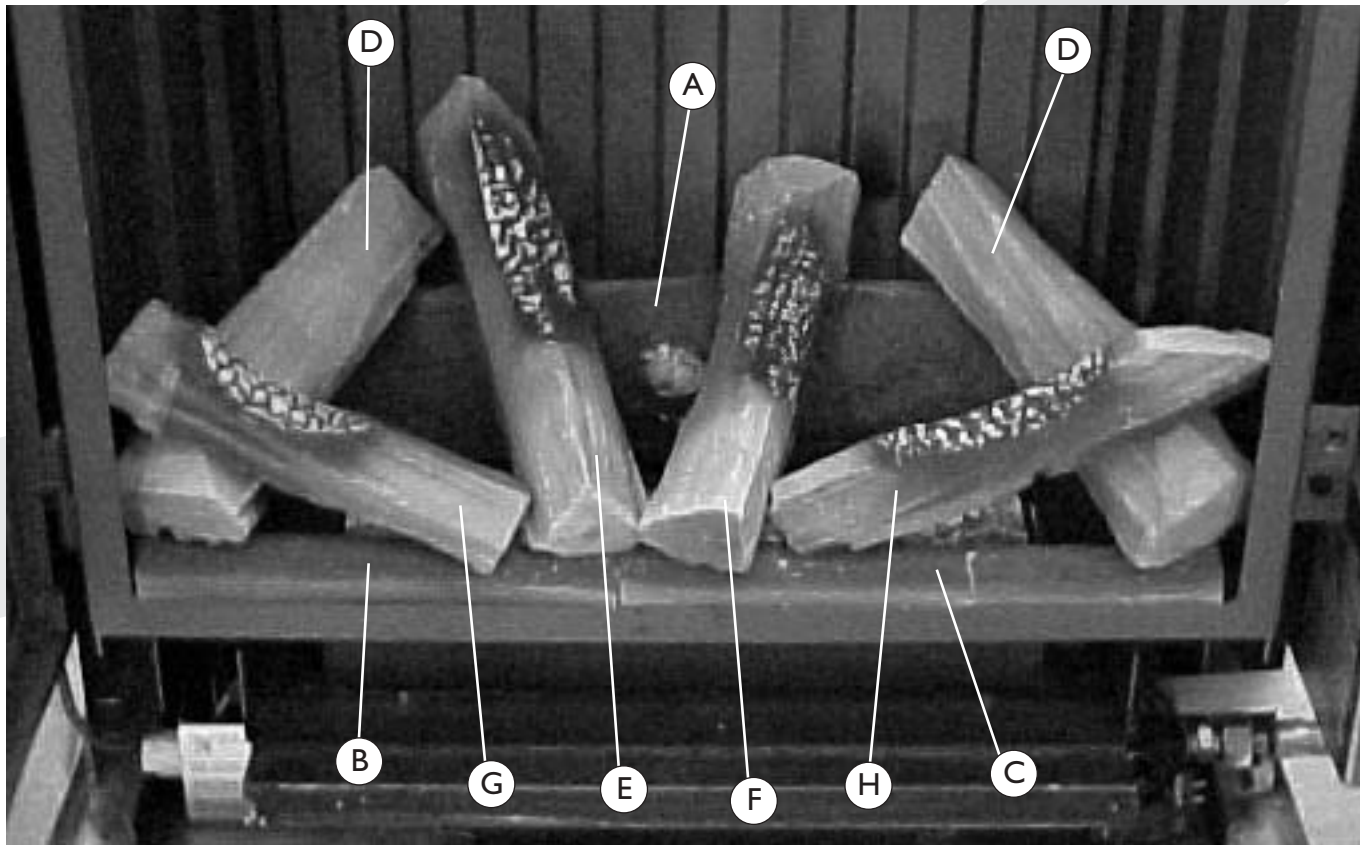

fig. 4
- Leg het grote blok (A) tegen de achterwand op de blokkensteunen. De gele kant onder en de knoest naar links gericht.
- Plaats de voorstammen (B en C) met de schors naar boven, zoals in fig. 4 is aangeven.
- Plaats vervolgens de overige blokken (D, E, F, G en H) zoals in fig. 4 is aangegeven.